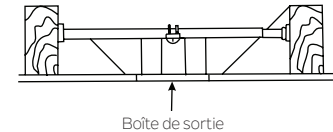

Fig. 4
**REMARQUE:** Selon l'emplacement que vous avez choisi pour l'installation, vous devrez peut-être acheter et installer un "support de solive" pour la prise en charge du boîtier de prise. Assurez-vous que le support de solive que vous avez acheté a été conçu pour être utilisé avec des ventilateurs de plafond. (Fig. 4)